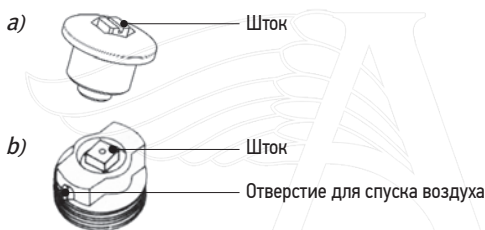

Рис. 3. Краны Маевского (в зависимости от варианта)
- 4.4. Конструкция полотенцесушителя предусматривает нижнее подключение, следует убедиться, что, хотя бы один кран Маевского располагается в верхней части полотенцесушителя (Рис.3).
- 4.5. **Внимание!** Убедитесь, что краны Маевского и их штоки (Рис. 3) затянуты с усилием 3-5 кг, используя для этого динамометрический ключ.
- 4.13. В случае неравномерного прогрева полотенцесушителя (верхняя часть несколько холоднее), необходимо выпустить воздух через кран Маевского (*Рис. 3*). Для этого снимите верхний колпачок, направьте отверстие для выпуска воздуха на кране Маевского от себя и отверткой поверните против часовой стрелки шток крана на 90 – 100 градусов. После выпуска воздуха (появления струйки воды) плотно закройте кран и закрутите колпачок с гайкой усилием 5 кг.